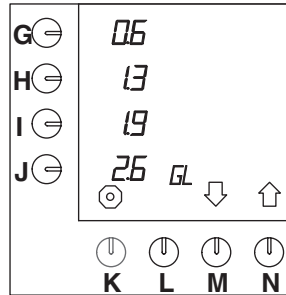

Fig. 39 Wijzigen voorgeprogrammeerde keuzetoetsen voor gallons
- Druk op selectietoets (N.)↑ tot fig. 39 in het display verschijnt.